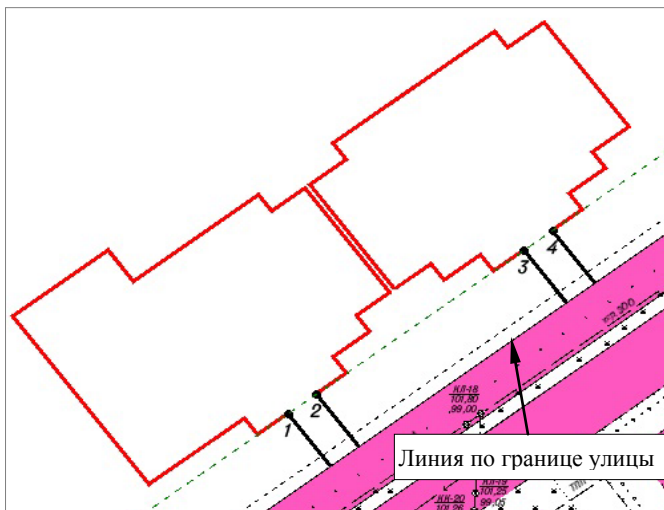

Рис. 4.8
- Интерактивно определите местоположение здания (см. рис. 4.8), для этого левой клавишей мыши укажите четверть, в которой будет размещено здание, и затем само положение здания, после чего нажмите кнопку **Применить построение**  <F12>.
- Укажите линию, к которой будет строиться нормаль – это граница улицы *Светлая* (рис. 4.8).
- Захватите точку 1 (рис. 4.8).
- Повторите захваты линии и точек **3, 4** (рис. 4.8).